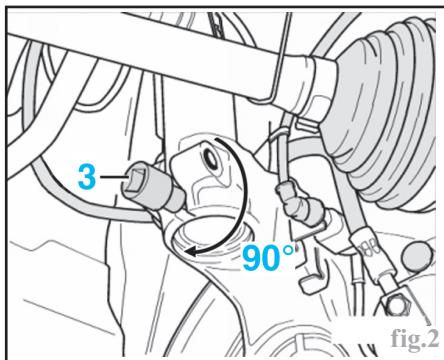

fig.2
Introduire l'outil 3424 (3) dans la fente du pivot (Fig.2).